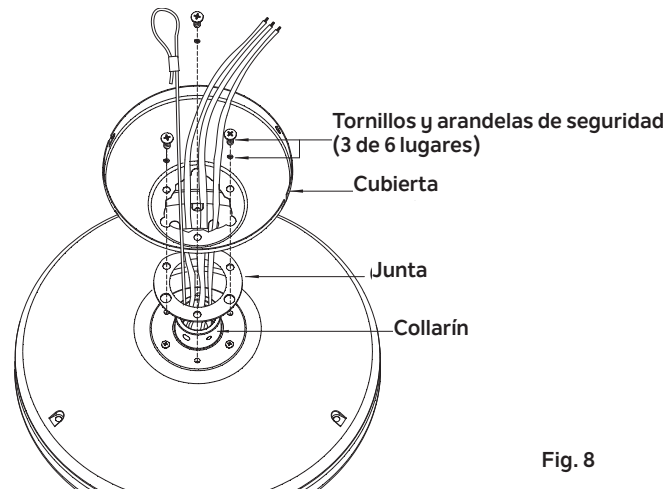

Fig. 8
Paso 3. Retira tres de los seis tornillos y arandelas de seguridad (alternados) del collarín en la parte superior del motor (Fig. 8).
Paso 4. Coloca la cubierta de techo con el aro decorativo y la junta sobre el collarín en la parte superior del motor. Alinea los orificios de montaje con los orificios del motor y asegura con los tornillos y arandelas de seguridad suministrados. (Fig. 8)